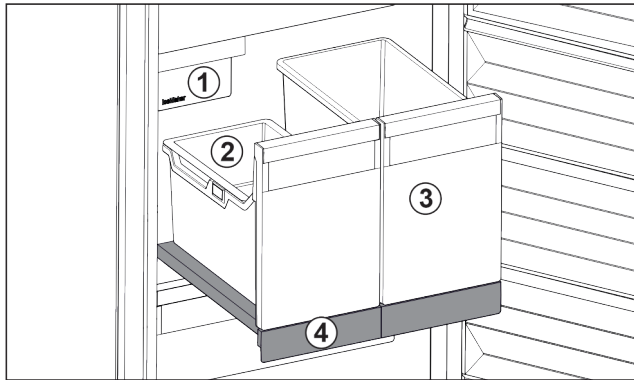

Fig. 83 Compartiment coulissant avec IceTower
Le compartiment coulissant comprend deux bacs hauts (IceTower). Le bac Fig. 83 (2) permet de recueillir et de stocker les glaçons de l'IceMaker. Les bacs Fig. 83 (3) sont conçus pour stocker des aliments hauts comme les pizzas et boissons alcoolisées.